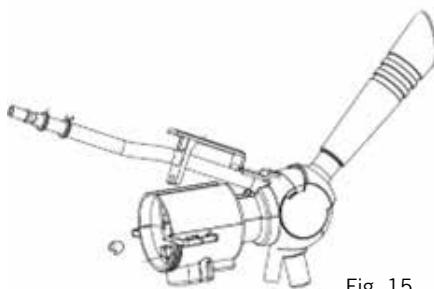

Fig. 15
- Appuyez sur le bouton carré chromé situé sous le tuyau flexible de l'unité du robinet de tirage à l'intérieur de l'appareil. Vous pouvez ensuite relever le couvercle avec le tuyau flexible à bière (Fig. 15).